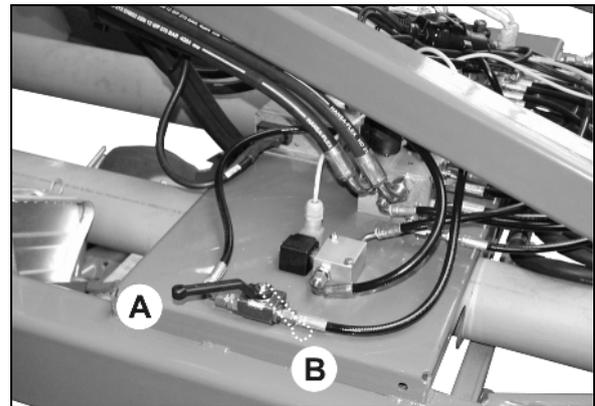

Fig. 115
- **Uniquement avec AMATRON 3 : La pression des flèches peut être coupée en modifiant la position du levier (Fig. 115).**